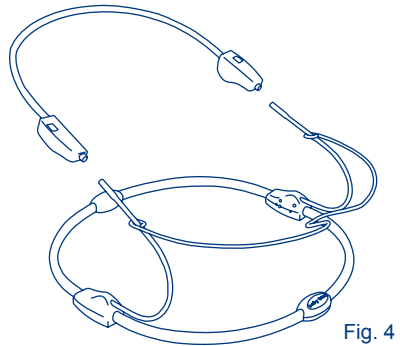

Fig. 4
- 4) • Position the backrest tube near the lower seat frame as shown. Push each end of the backrest tube onto the corresponding rods on the lower seat frame. (Fig. 4)
- Ubique el tubo del respaldo cerca del armazón del asiento inferior como se indica. Empuje cada extremo del tubo del respaldo dentro de las varas correspondientes en el armazón inferior del asiento. (Fig. 4)
- Placez le montant du dossier près du cadre de siège inférieur tel qu'illustré. Poussez chaque extrémité du montant du dossier sur les tiges correspondantes du cadre de siège inférieur. (Fig. 4)